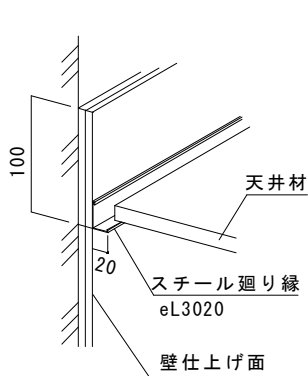

図2-3 壁面の仕上がり
- ① 壁面、柱面が天井面より 100mm 程度上方まで仕上げている事を確認します。(図2-3 参照)
- ② 基準墨により eLバーの上端 (CH+27mm) 位置に墨を打ちます。
- ③ 墨に合わせて eLバーを 600mm ピッチ程度でビスにて固定します。